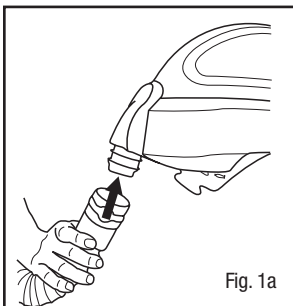

Fig. 1a
- Raccorder les tuyaux de respiration en poussant le raccord articulé à désenclenchement rapide situé à l'une des extrémités du tuyau de respiration (c.-à-d. l'extrémité dotée d'une pince noire) dans l'admission d'air de la pièce faciale (Fig. 1a). Un déclic devrait se faire entendre pour indiquer que le tuyau de respiration est raccordé. Vérifier si le tuyau de respiration est fermement fixé à la pièce faciale en le faisant pivoter et en tirant sur celui-ci. S'il n'est pas fermement fixé, le détacher et le fixer de nouveau.